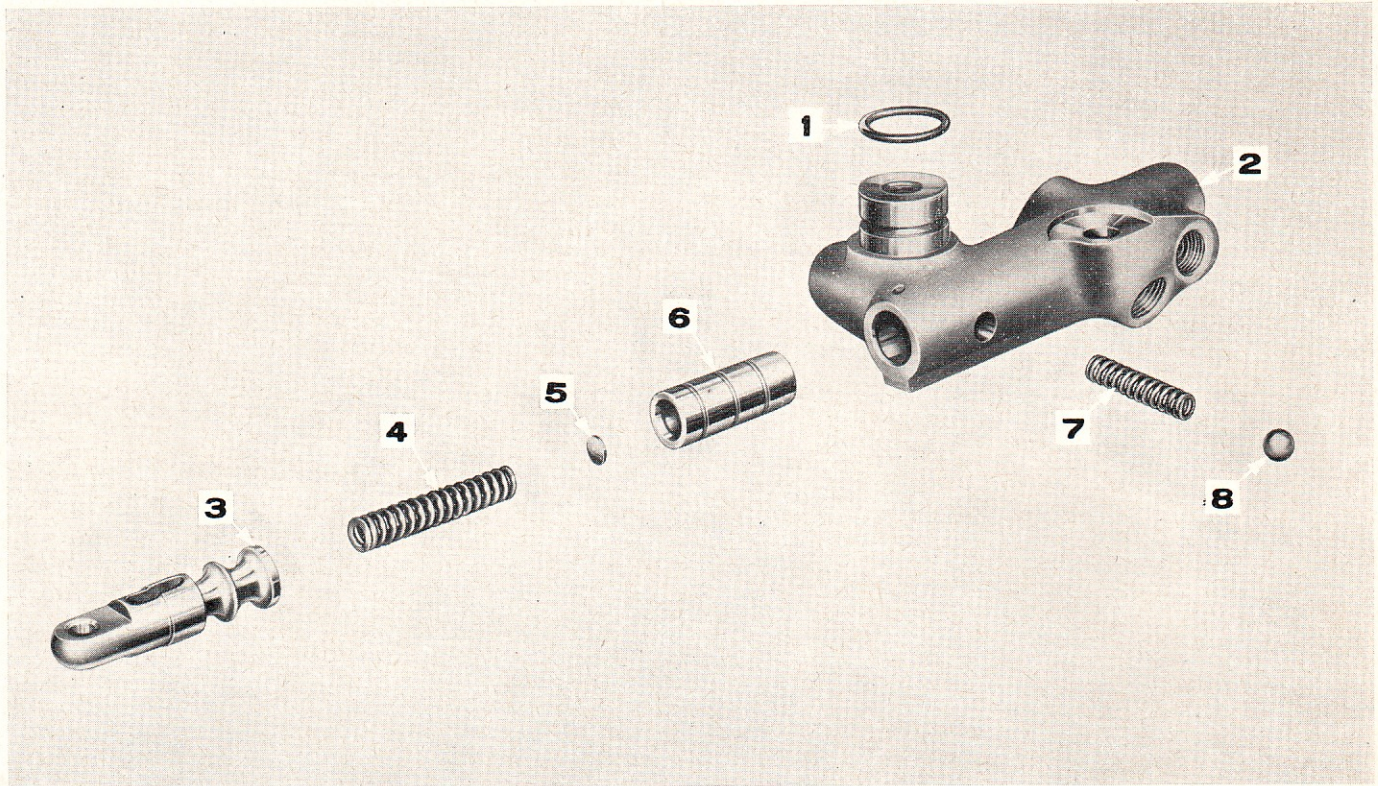

Figure 8: Clapet de commande
2. Extraire le poussoir (Figure 8).